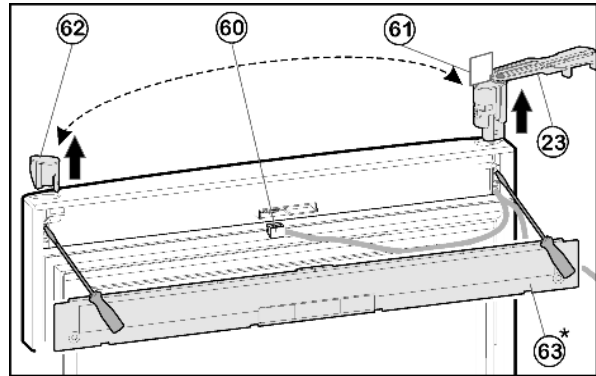

Fig. 11
- ▶ Décliquer le cache *Fig. 11 (63)* sur la porte à l'aide du tournevis.
- ▶ Débrancher la fiche *Fig. 11 (60)*.
- ▶ A la porte supérieure, tourner le support d'appui *Fig. 11 (23)* vers l'extérieur parallèlement à l'arête de la porte.
- ▶ Pousser le support d'appui *Fig. 11 (23)* à partir du bas à l'aide d'un tournevis et l'enlever de la porte complètement avec le câble.
- ▶ Pousser les bouchons *Fig. 11 (62)* à partir du bas à l'aide d'un tournevis et les enfoncer sur le côté opposé.
- ▶ Enfiler le câble du support d'appui *Fig. 11 (23)* sur le côté opposé et placer le support d'appui.
- ▶ Enlever le gabarit *Fig. 11 (61)* et le fixer dans le support d'appui.
- ▶ Enfiler la fiche *Fig. 11 (60)*.
- ▶ Encliquer le cache *Fig. 11 (63)* sur la porte.